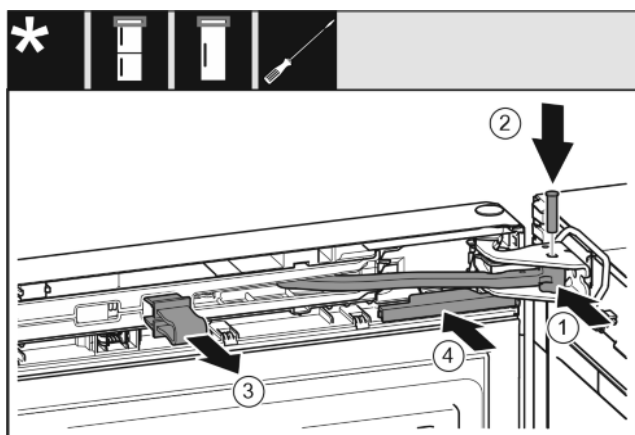

Fig. 39
- ▶ Okrenite zglobov u podlošku ležaja. *Fig. 39 (1)*
- ▶ Umetnite svornjak u podložak ležaja i zglobov. Pritom pazite da ispušćenje za blokiranje ispravno dosjedne u utor. *Fig. 39 (2)*
- ▶ Skinite osigurač. *Fig. 39 (3)*
- ▶ Natakните pokrov. *Fig. 39 (4)*